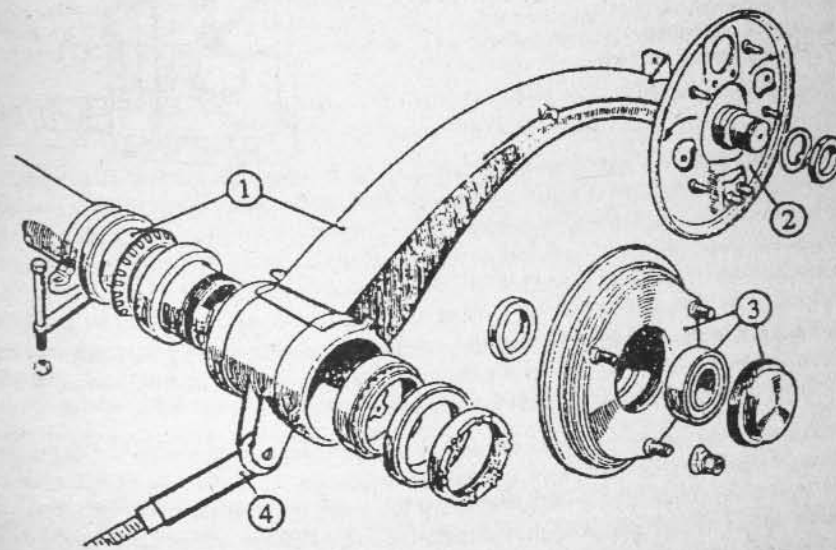

Fig. 1-13.— Brazo de suspensión trasera
10. Ruedas traseras.— Son del tipo totalmente libre y se montan en el extremo de los brazos traseros (Figs. 1-13 y 1-14), sobre un cojinete de doble corrida de bolas, con retén de grasa interior y tuerca de fijación exterior. Todo el conjunto está protegido por una tapa que mantiene la grasa lubricante e impide la entrada de polvo, tierra o agua.